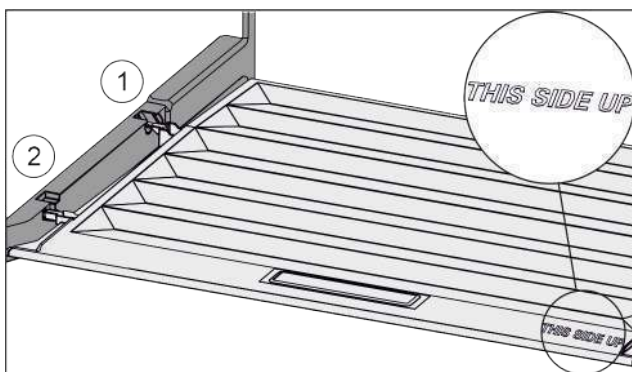

Fig. 32
- Вставить поперечные ребра крышки через отверстие заднего держателя Fig. 32 (1) и защелкнуть спереди в держателе Fig. 32 (2).